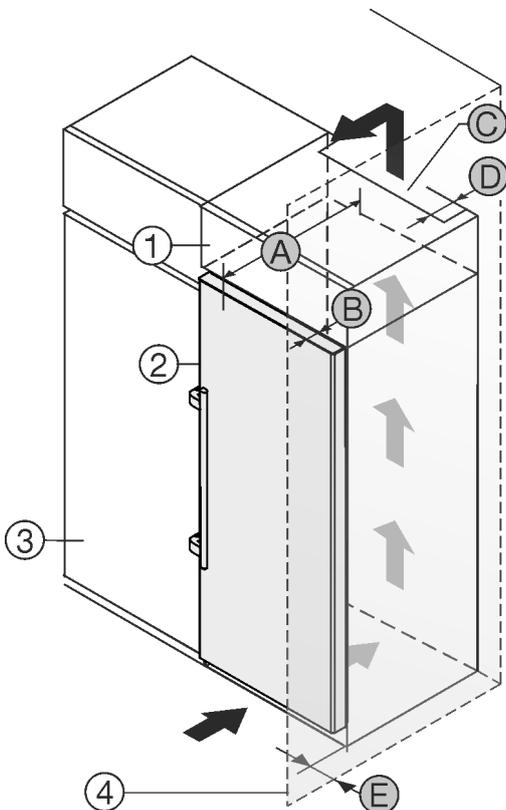

Fig. 24
L'apparecchio può essere incassato in mobili da cucina. Per adattare l'apparecchio Fig. 24 (2) all'altezza della cucina componibile, è possibile applicare sopra l'apparecchio un mobile da appoggio Fig. 24 (1).
L'apparecchio può essere installato direttamente accanto al mobile da cucina Fig. 24 (3). Per poter aprire completamente la porta, l'apparecchio deve sporgere almeno della profondità Fig. 24 (B) rispetto al frontale del mobile da cucina. L'apparecchio può sporgere ulteriormente a seconda della profondità dei mobili da cucina e dell'uso di distanziatori a parete.
- Sul retro del mobile da appoggio deve essere presente un vano di uscita dell'aria con la profondità Fig. 24 (D) sull'intera larghezza del mobile da appoggio.
- Sotto al soffitto del locale deve essere rispettata la sezione di ventilazione Fig. 24 (C).
Se l'apparecchio è installato con le cerniere accanto ad una parete Fig. 24 (4), deve essere rispettata la distanza Fig. 24 (E) tra apparecchio e parete, che corrisponde alla sporgenza della maniglia con la porta aperta.